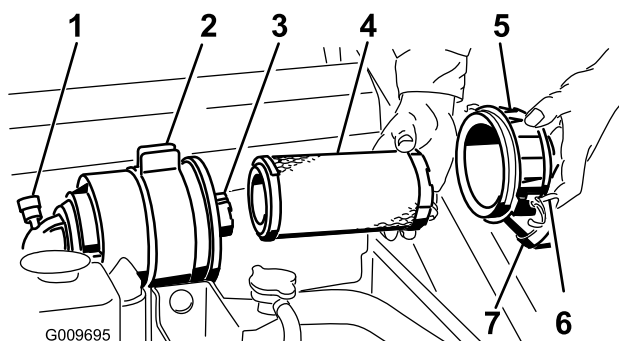

Figura 33
Importante: Effettuate la manutenzione del filtro dell'aria quando la spia diventa rossa (Figura 33). Sostituendo il filtro dell'aria prima del necessario aumenta il rischio che la morchia entri nel motore quando si toglie il filtro.
4. Rilasciare i dispositivi di fermo del filtro dell'aria e togliere il coperchio dal corpo del filtro (Figura 33).
1. Estraete con cautela il filtro primario dal corpo del filtro dell'aria (Figura 33). Non urtate il filtro contro il corpo.
4. Se sostituite il filtro di sicurezza, fate scorrere delicatamente il nuovo filtro nel corpo del filtro (Figura 33).
5. Montate con cautela il filtro primario sul filtro di sicurezza (Figura 33). Verificare che sia inserito a fondo, premendo sul bordo esterno del filtro mentre lo si inserisce.
6. Montate il coperchio del filtro dell'aria con il lato contrassegnato UP (alto) rivolto in alto, quindi fissate i dispositivi di fermo (Figura 33).